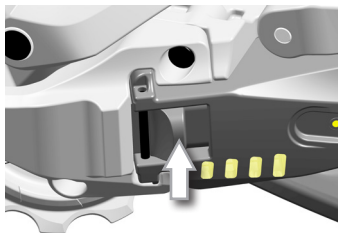
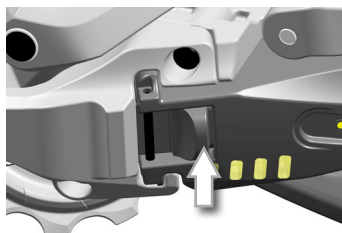

Fig.5
Fig.6
- Bloquer la batterie en faisant coulisser le bouton de blocage jusqu'à ce qu'il soit en contact avec l'axe (Fig. 5 / Fig. 6).